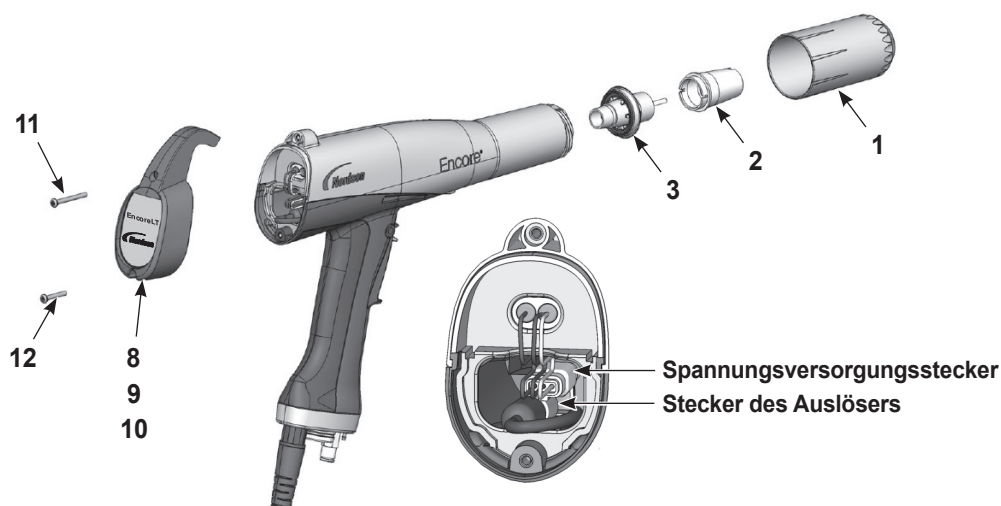
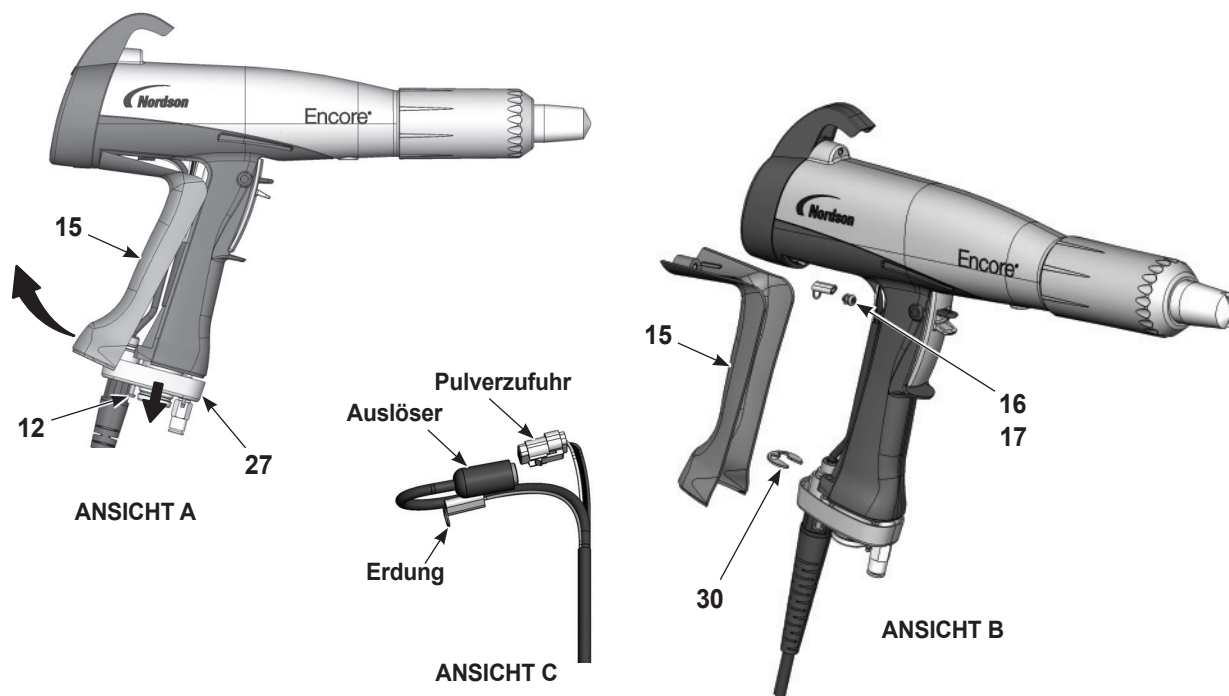

Abbildung 6-1 Applikator zerlegen
Abbildung 6-6 Kabel ersetzen
1. Siehe Abbildung 6-1. Düsenmutter, Düse und Elektrodenbaugruppe (1, 2, 3) abnehmen.
4. Siehe Abbildung 6-1. Abdeckung, Gehäuse und Haken wie abgebildet installieren.
5. Die Elektrodenbaugruppe (3) in der Vorderseite des Applikatorgehäuses installieren. Sicherstellen, dass die Drahtelektrode nicht verbogen oder gebrochen ist.
6. Die Düse (2) an der Elektrodenbaugruppe installieren. Dabei sicherstellen, dass die Führungskeile der Elektrodenbaugruppe in die Schlitze an der Düse gleiten.
7. Die Düsenmutter (1) auf der Düse installieren und zum Befestigen im Uhrzeigersinn drehen.
2. Siehe Abbildung 6-1. Die untere Schraube (12) vom Gehäuse (9) abnehmen.
3. Siehe Abbildung 6-6, Ansicht A. Die zwei Schrauben M3x20 (12) lösen, mit denen die Griffbasis (27) am Griff befestigt ist.
4. Die Basis weit genug vom Griff wegziehen, damit die Unterkante des Erdungsstücks (15) nicht mehr in der Basis sitzt.
6. Siehe Abbildung 6-6, Ansicht B. M3x8-Schraube, Sicherungsring (16, 17) und Erdungsklemme vom Erdungsstück entfernen.
7. Den E-Ring (30) vom Kabel abnehmen.
8. Siehe Abbildung 6-6, Ansicht C. Die Kabelstecker aus dem Griff ziehen. Den Kabelstrang des Netzteils vom Applikatorkabel trennen; dazu einen kleinen Schraubendreher in den Schlitz im Stecker des Kabelstrangs einführen, um den Schließhaken zu lösen.
1. Siehe Abbildung 6-6. Ein neues Kabel durch die Griffbasis führen, dann den E-Ring (30) am Kabel anbringen, um es in Position zu halten.
3. Die Kabelklemme mithilfe der M3x6 Schraube und der Sicherungsscheibe (16, 17) mit dem Erdungsstück (15) verbinden.
6. Die Griffbasis (27) nach oben gegen Griff und Erdungsstück schieben; die zwei M3x20 Schrauben (12) fest in die Griffbasis schrauben.
7. Siehe Abbildung 6-1. Die untere M3x20 Schraube (12) im Gehäuse (9) installieren und sicher festziehen.
1. Siehe Abbildung 6-6. Das Erdungsstück entfernen, wie in den Schritten 1–5 unter Kabel entfernen beschrieben. Das Erdungskabel muss nicht vom Erdungsstück abgenommen werden.